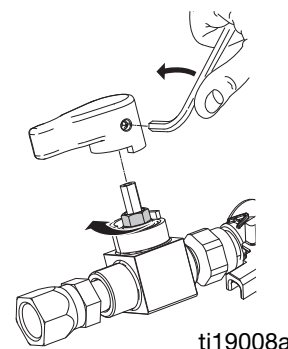

FIG. 10 Porca de empanque da válvula de material
3. Desaperte o parafuso de fixação e retire o punho. Consulte a FIG. 10.